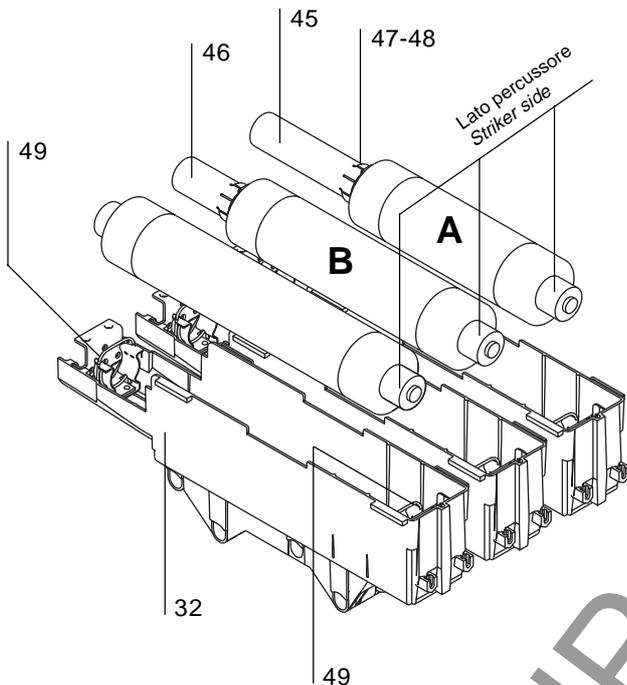

Fig. 15b
### b) Montaggio dei fusibili (fig. 15b)
Aprire gli anelli di blocco (49) (fig. 15b) spostandoli nel verso indicato dalle frecce tramite l'attrezzo (50), ed estrarre il fusibile con l'apposito attrezzo (50).
### b) Assembling the fuses (fig. 15b)
Open the locking rings (49) (fig. 15b), moving them in the direction shown by the arrows using tool (50) and remove the fuse using the special tool (50).